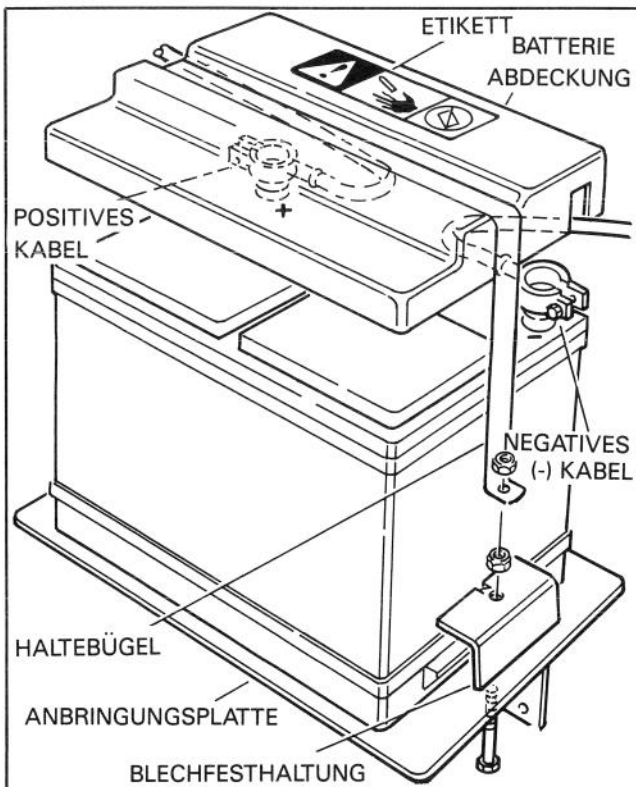

Abbildung 14
23. Rad installieren (falls es entfernt wurde) und das Gerät nach unten kippen. Die Batterie auf die Grundplatte der Schneefräse stellen. Die Batterieklemmen müssen zum Motor zu gerichtet sein (Abb. 14).
24. Das schwarze (negative) Batteriekabel an die negative (-) Batterieklemme befestigen. Das Kabel wie in Abb. 14 gezeigt führen, so daß die Batterieabdeckung über die Kabel paßt. Die Kabelklammer festziehen.
25. Das rote (positive) Batteriekabel an die positive (+) Batterieklemme, wie in Abb. 14 gezeigt, befestigen. Die Kabelklammer festziehen.
26. Die Batterieabdeckung anbringen und die Batterie mit Kopfschrauben, Blechfesthaltungen und Muttern fest anbringen. Wie in Abb. 14 gezeigt, das Etikett auf der Batterieabdeckung anbringen.
27. Den Batteriehalterbügel auf die Batterieabdeckung anbringen und die Halterungsenden des Bügels auf die Enden der Kopfschrauben schieben (Abb. 14) und mit (2) Muttern sichern.